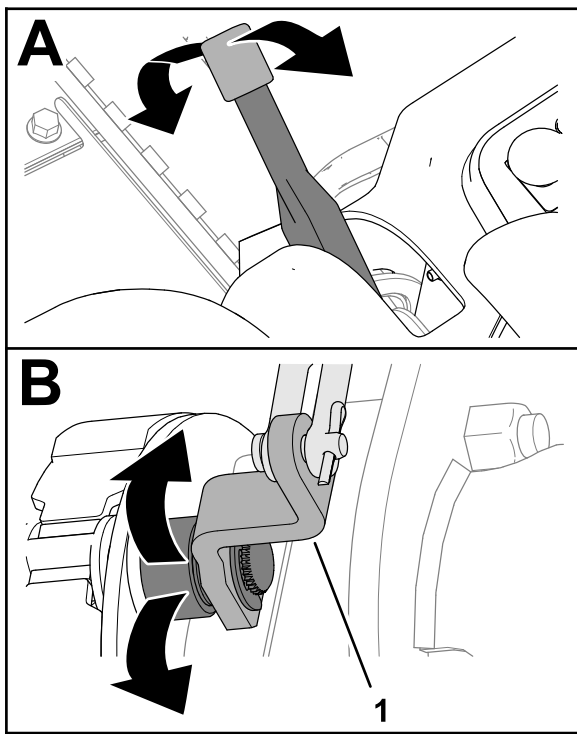

Figure 69
2. Levez ou abaissez le levier du frein de stationnement pour vérifier que le levier du levier de came du frein peut bouger librement (Figure 69).